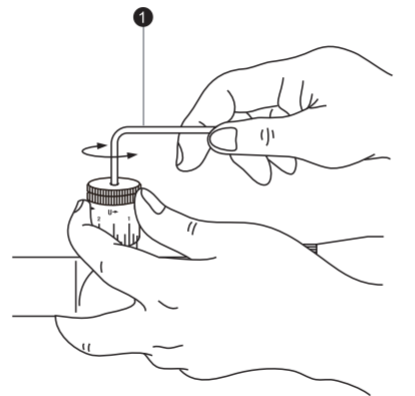

Fig. 3-3
Tenendo la torretta/easy grip con le dita per evitare lo spostamento dell'anello graduato allineato, ruotare in senso antiorario la vite nella parte superiore della torretta/easy grip con la chiave esagonale (1) fornita finché la vite non fuoriesce. Rimuovere quindi la torretta (Fig. 3-3).